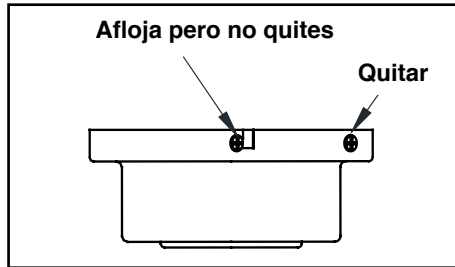

Figura 6
2. Retira la placa de montaje de la cubierta aflojando los cuatro tornillos de su parte superior. Quitá los dos tornillos sin ranura y afloja los tornillos ranurados. Esto te permitirá retirar la placa de montaje. (Figura 6)